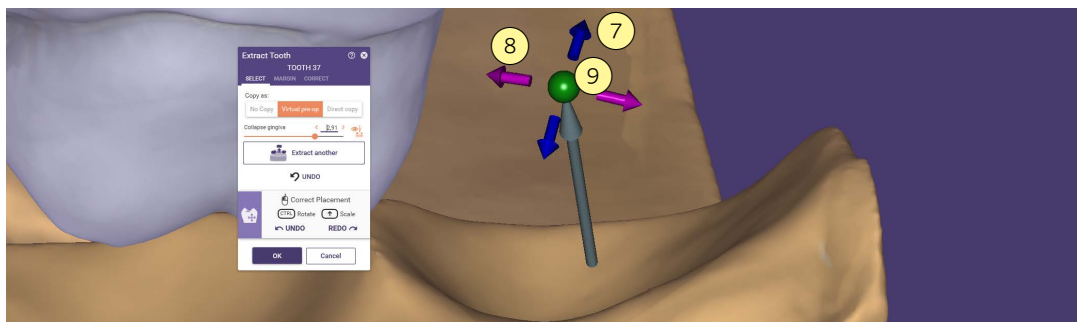

Abb. 21.8: RÜCKGANG GINGIVA-Steuerelemente
- Wenn Sie den Zahn kopieren möchten, wählen Sie, ob der extrahierte Zahn als VIRTUELLES SITU (2) oder als DIREKTE KOPIE (3) kopiert werden soll.
Schritt 3: Um die Wurzelextraktion zu simulieren, können Sie die Form der Gingiva unterhalb des extrahierten Zahnes mit dem Schieberegler RÜCKGANG GINGIVA verändern (5). Sie können die Achse der Öffnung in der Hauptansicht beeinflussen: verwenden Sie die blauen Pfeilgriffe (7), um rund um die x-Achse zu rotieren, und die rosa Pfeilgriffe (8), um rund um die z-Achse zu rotieren. Beeinflussen Sie die Achse frei, indem Sie die grüne Kugel bewegen (9) (siehe Abbildung 21.8). Klicken Sie auf die Schaltfläche neben dem Schieberegler (6), um die 3D-Platzierungsgriffe in der Hauptansicht zu deaktivieren. Dies ermöglicht eine Platzierungskorrektur des kopierten Zahns.
Schritt 4: Um einen weiteren Zahn zu extrahieren, wählen Sie ANDEREN ZAHN EXTRAHIEREN (4) und wiederholen Sie die Schritte 1-2.